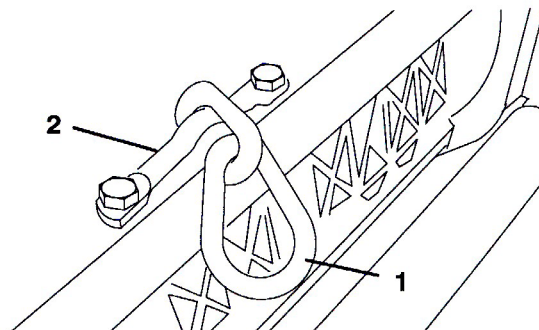

図12
2. 各カッティングユニットの上部にブラケットを取り付け (キャップスクリュー2本)、チェーン・リンクを接続する (図12)。各キャップスクリューを 3.5~4.1 kg.mにトルク締めする。(34~40 N・m)。リンクの、大きいほうの端が、トラクションユニットのサスペンション掛ける方の端である。